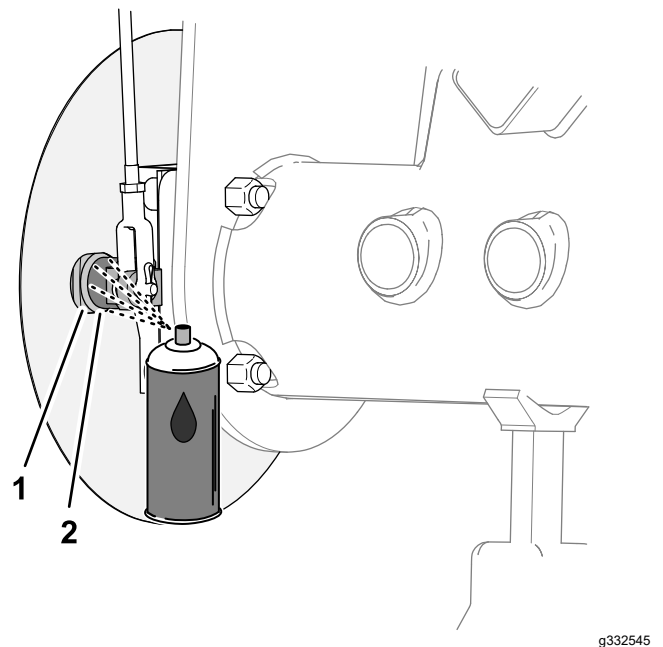
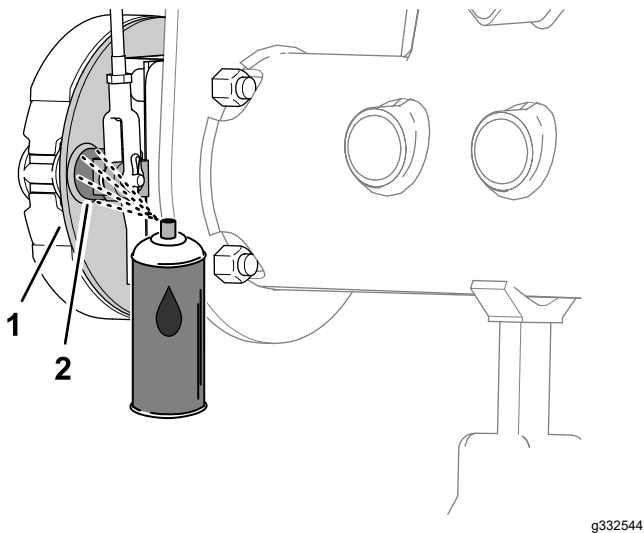

図 68
図 67
1. ブレーキのバッキングプレートの機体中心側ガラスシールド非装着車の場合または、ホイールシールドの機体中心側ガラスシールド装着車の場合に、ブレーキのカムシャフトとバッキングプレートとの間に浸潤性のオイルをスプレーする 図 67または 図 68。